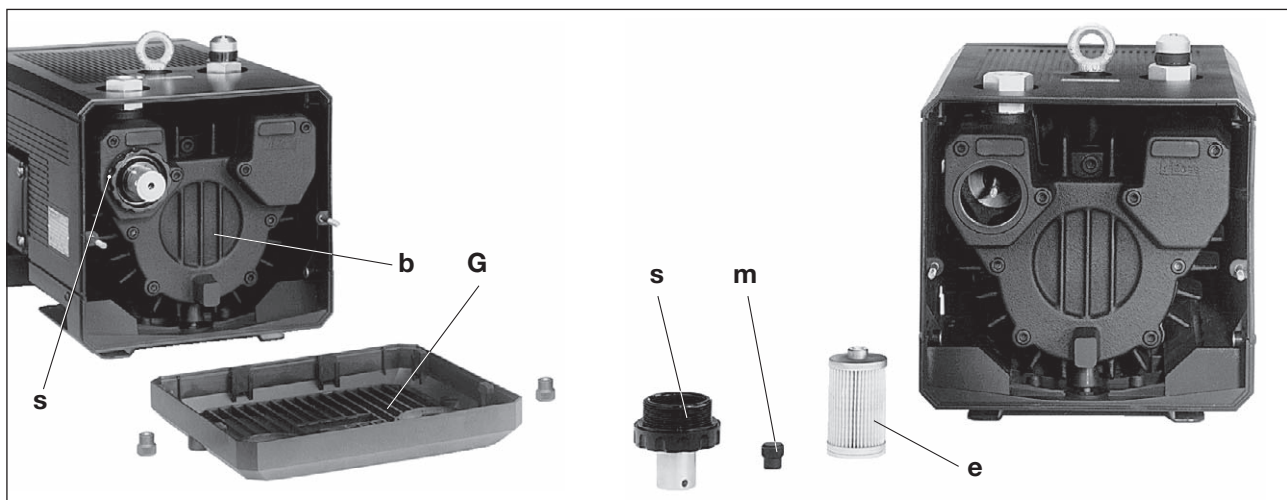

Fig. 5 Filtration de l'air
La cartouche du filtre (fig. 5/e) pour l'air aspiré doit être nettoyée par soufflage de l'intérieur vers l'extérieur tous les mois, voire plus souvent en fonction de son degré d'encrassement. Le nettoyage du filtre n'empêche pas que le taux de séparation s'affaiblisse au fil du temps. C'est pourquoi il convient de changer le filtre tous les semestres.
V-V-VTN (01) - (11): Dévisser la grille de refoulement (fig. 5/G).
Ôter le bouton fileté (fig. 5/s) et la molette crénelée (fig. 5/m). Retirer la cartouche du filtre (fig. 5/e) pour la nettoyer ou la remplacer. Pour le remontage, effectuer les opérations en sens inverse.